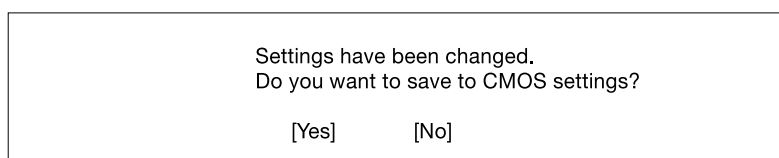

Figure 4-15 Ecran de sauvegarde des modifications
5. Appuyer sur la touche **Echap** pour revenir au menu System Security, puis appuyer de nouveau sur la touche **Echap** pour quitter Setup. L'écran affiche la fenêtre Sauvegarde des modifications, comme le montre la Figure 4-15 :